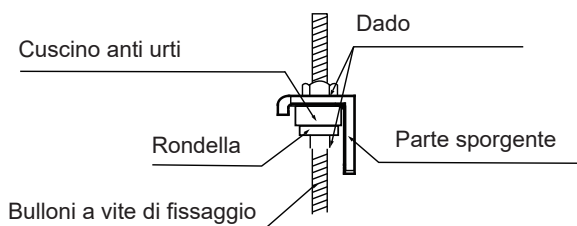

Fig. 4.11
10. Montare l'unità interna sui bulloni di ancoraggio con un blocco. Posizionare l'unità interna su un livello piano utilizzando una livella per evitare perdite (Vedi Fig. 4.11).